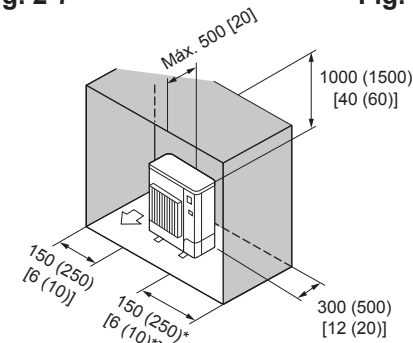

Fig. 2-11
- ⑥ Obstáculos sólo en la parte trasera, los laterales y superior (Fig. 2-11)